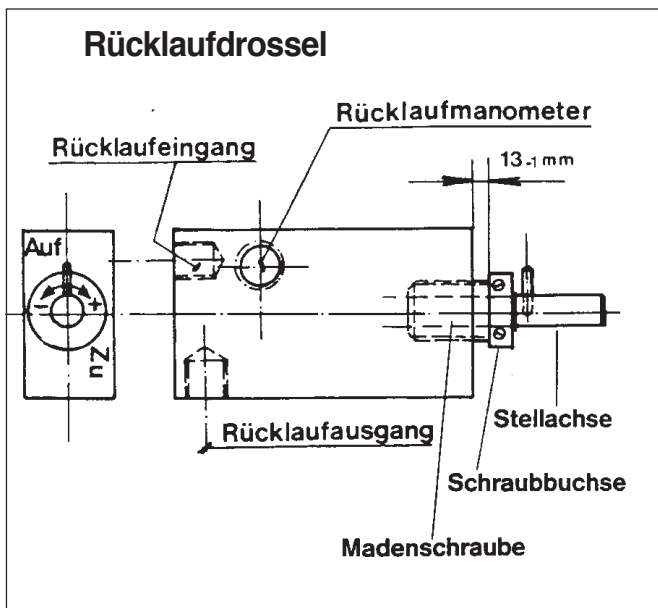

Fig. 20
Die Lufteinstellung für die Ölseite wird wieder über die Kleinleistung Öl „KL Öl“ Schalter vorgenommen. Die Grundleistung wird ca. 10° Drehwinkel vor dem Schalter 3 „KL Gas“ von gedrückter in entspannte Stellung gebracht. Nach Lösen des Klemmhebels der Rücklaufdrossel, Fig. 20, kann die Ölmenge auf die zur Verfügung stehende Luft durch Drehen an der Stellachse nach (-) bzw. (+) angepaßt werden. Sollte die geforderte Kleinlast nicht erreicht werden, so ist durch Lösen der Madenschraube die Schraubbüchse von Maß 13 mm auf > 13 bis max. 16 mm die Ölmenge zu verringern (Fig. 20). Nach Beendigung dieser Korrektur ist die Madenschraube wieder anzuziehen. Die Veränderung des Rücklaufdruckes kann über den Rücklaufdruckmanometer abgelesen werden, Fig. 19. Der Rücklaufdruck sollte ca. 8 - 12 bar betragen.
**Kleinlast (Fig. 20)**